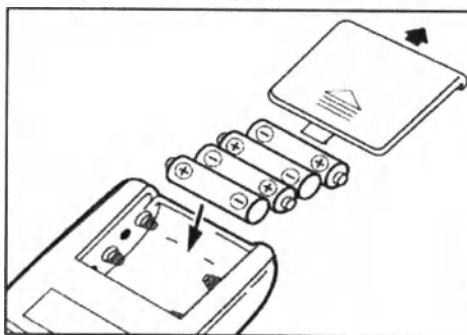

Рис. 3
1. Откройте крышку отсека для элементов питания и вставьте 4 элемента типа АА как указано на схеме, расположенной внутри отсека. Убедитесь, что полярность соблюдена. Не прилагайте чрезмерных усилий при снятии крышки отсека для элементов питания (рис. 3).